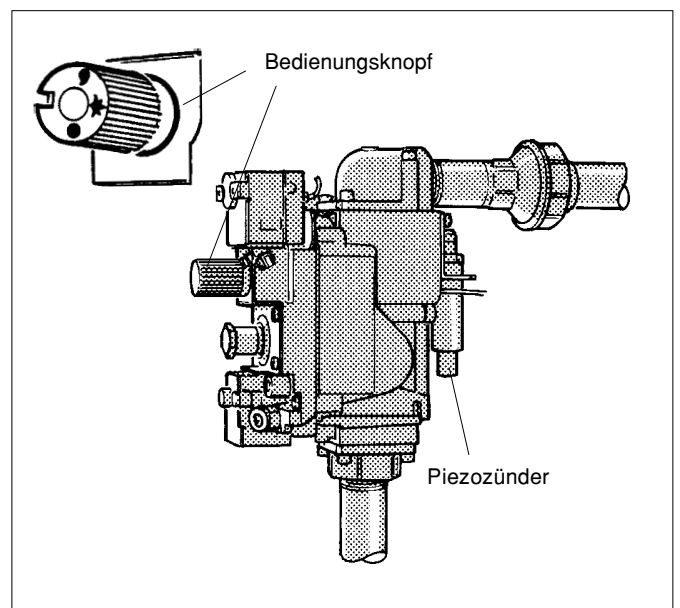

Abb. 3
- Bedienungsknopf der Gasbrennerarmatur drücken und gedrückt halten. Gleichzeitig Piezozünder (Abb. 3) mehrmals drücken. Der dadurch ausgelöste Funke zündet die Zündflamme. Bedienungsknopf nach ca.  $\frac{1}{2}$  Minute loslassen und kontrollieren, ob die Zündflamme brennt.
- Bedienungsknopf auf Symbol "Flamme" drehen, dabei leicht eindrücken (Abb. 3).